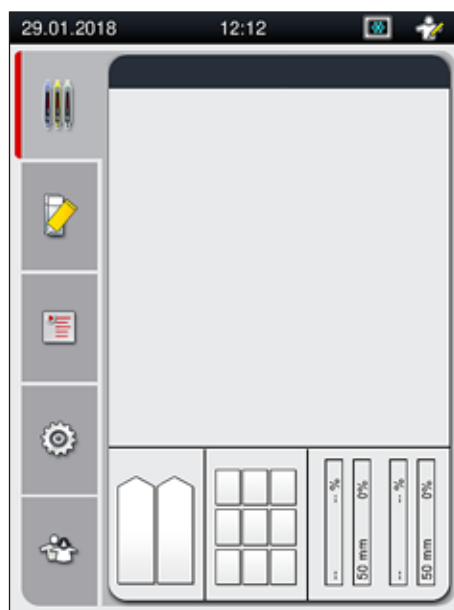

Fig. 12
7. Al termine della fase di inizializzazione viene visualizzato il **Menu principale** (→ Fig. 12) sullo schermo.